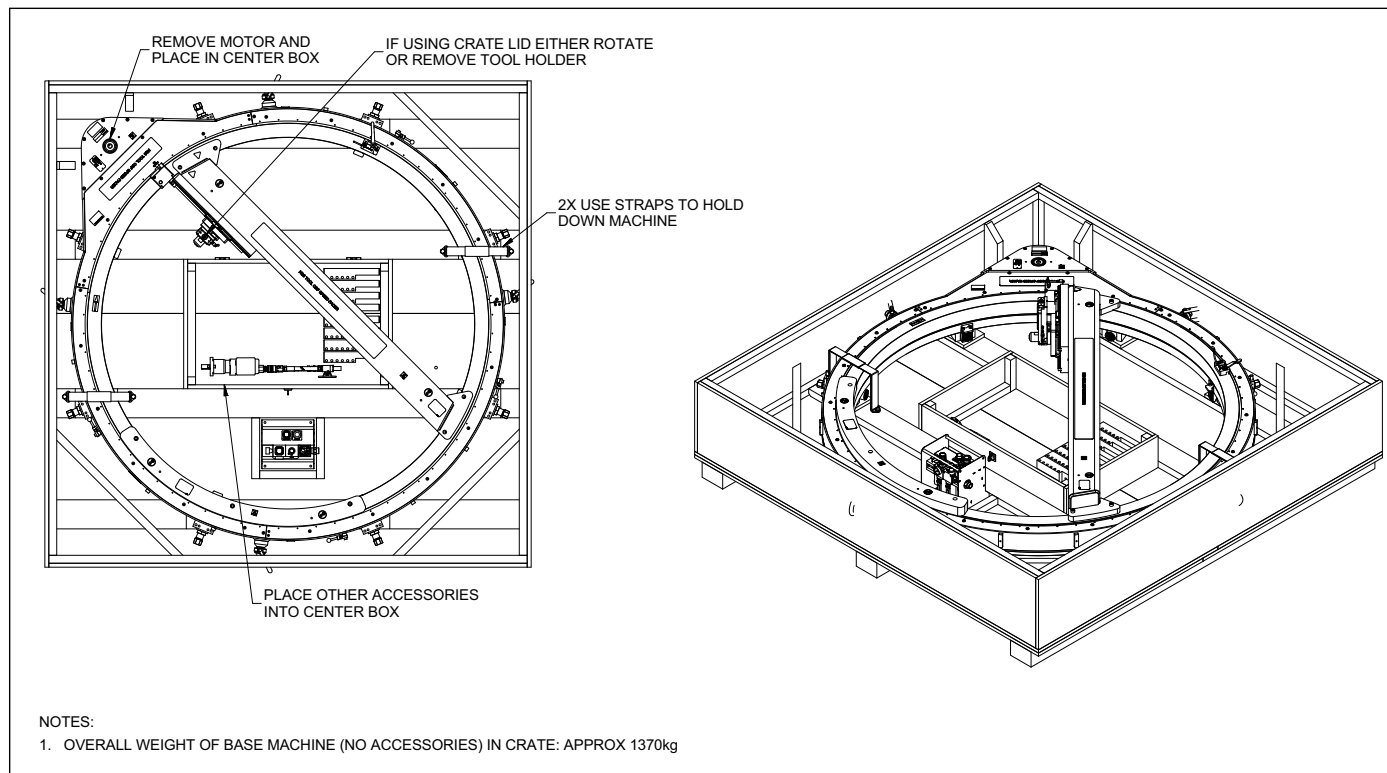

ABBILDUNG 6-1. ODF70 TRANSPORTKISTE
7. Lagern Sie die ODF70 Flanschdrehmaschine in ihrem Original-Transportbehälter (siehe Abbildung 6-1).
Die ODF70 Flanschdrehmaschine kann in ihrem original Transportbehälter transportiert werden, wie es in Abbildung 6-1. gezeigt wird.